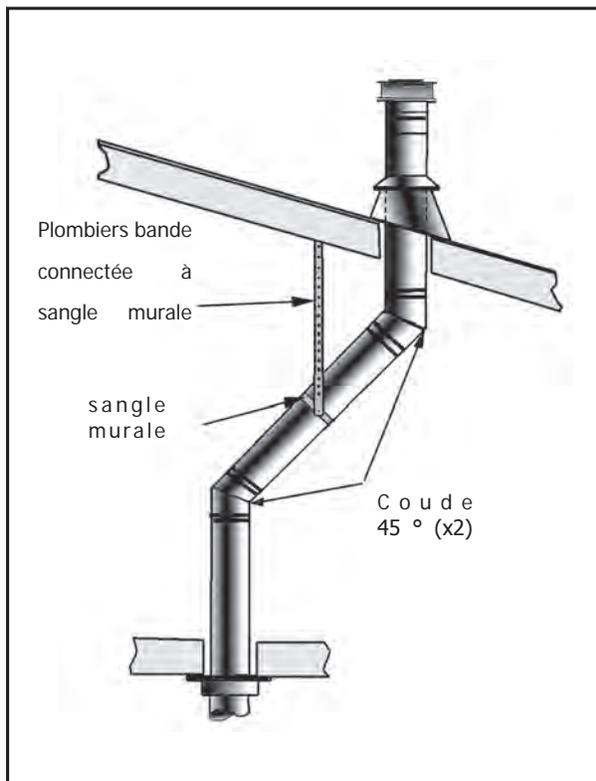
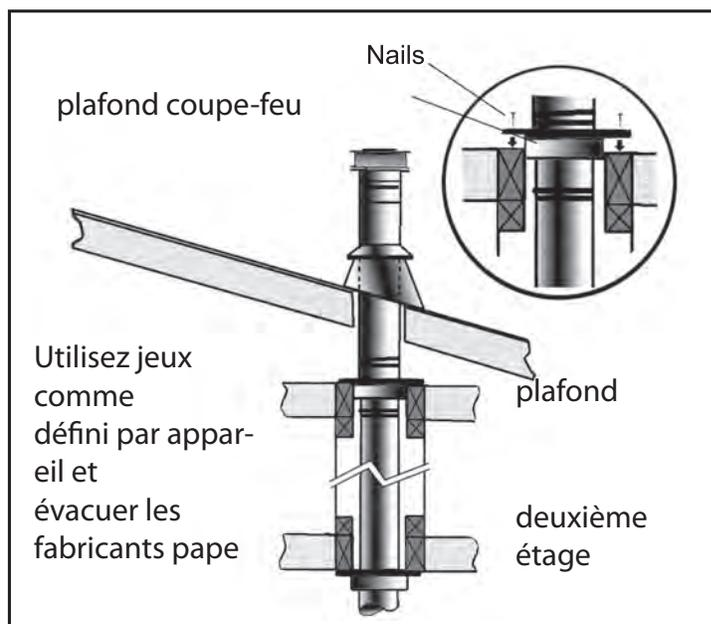

Figure 31: L'utilisation de ferrures de fixation murales.
Figure 32: Multi-Story Installation tuyau de ventilation.
- (1) Si un décalage est nécessaire dans le grenier pour éviter les obstacles, il est important de soutenir le tuyau de ventilation tous les 3 pieds (914 mm), pour éviter un stress excessif sur les coudes, et la séparation possible. Sangles murales sont disponibles à cet effet (voir figure 31).
- (2) Chaque fois que possible, utilisez coudes à 45 ° degrés au lieu de coudes à 90 ° degrés. Le coude à 45 ° degrés offre moins de restriction à l'écoulement des gaz de combustion et l'air d'admission.
- (3) Pour les installations de plusieurs étages; un coupe-feu de plafond est requis au deuxième étage, et des étages suivants (voir Figure 32). L'ouverture doit être conçue de 10 "(254 mm) x 10" (254 mm) à l'intérieur des dimensions, de la même manière que celle représentée sur la Figure 21.